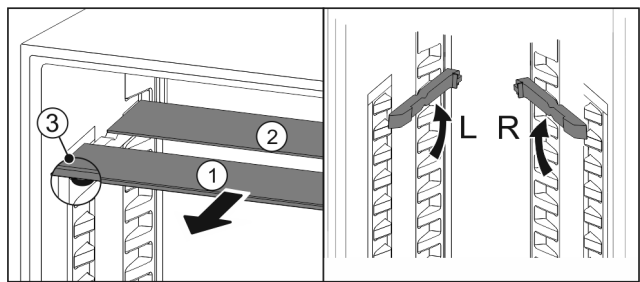

Fig. 71
- ▶ Издърпайте Fig. 71 (1) поотделно стъклените плочи напред.
- ▷ Стъклената плоча Fig. 71 (1) с декоративната лайсна е отпред.
- ▷ Ограничителите Fig. 71 (3) сочат надолу.